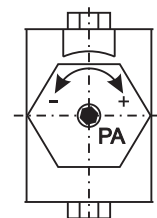

Рисунок 2
- Регулировочным винтом "РА" на торце доводчика (рисунок 2), используя таблицу 1, отрегулируйте мощность пружины.